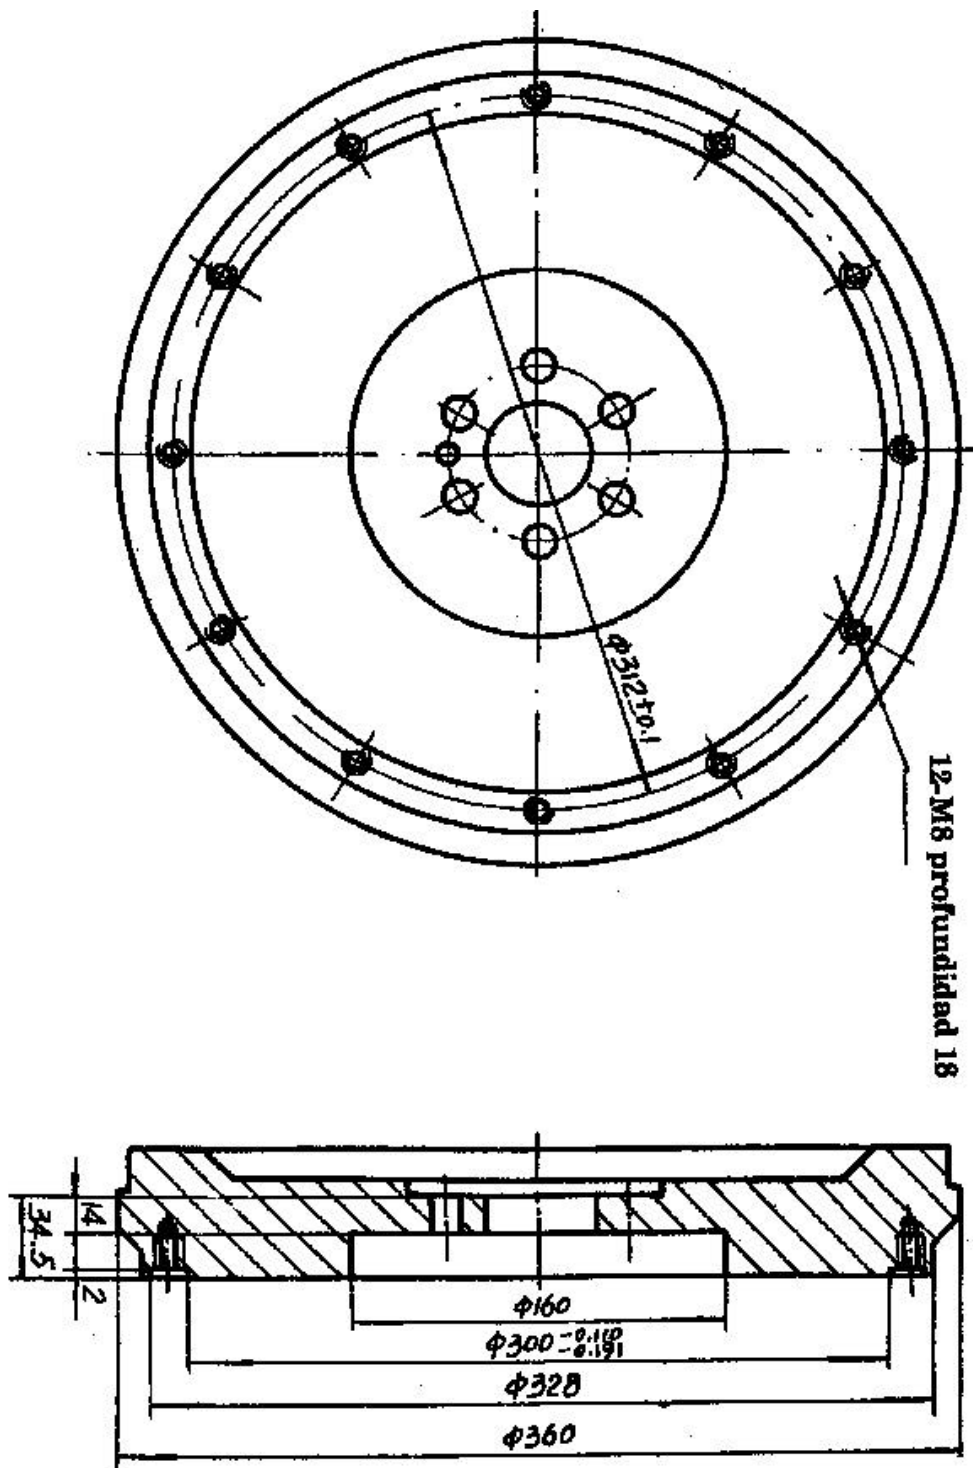

Figura 1-9
- g) Dimensiones del volante del motor Diesel 4100A. Figura 1-9